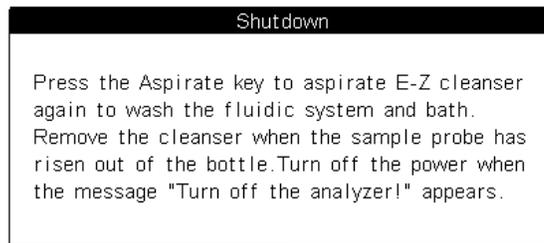

Рисунок 6-19 Окно выключения (2)
5. Когда очистка закончится, отобразится окно, которое попросит Вас выполнить следующее(**рис. 6-19**).